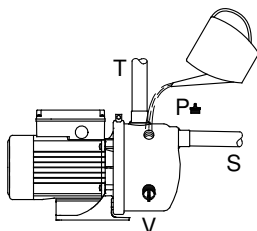

Fig. 5 Riempimento della pompa con acqua
Rimuovere il tappo (V), vedi fig. 5, quindi installare l'eietttore nel foro.
1. Rimuovere il tappo (P). Vedi fig. 5.